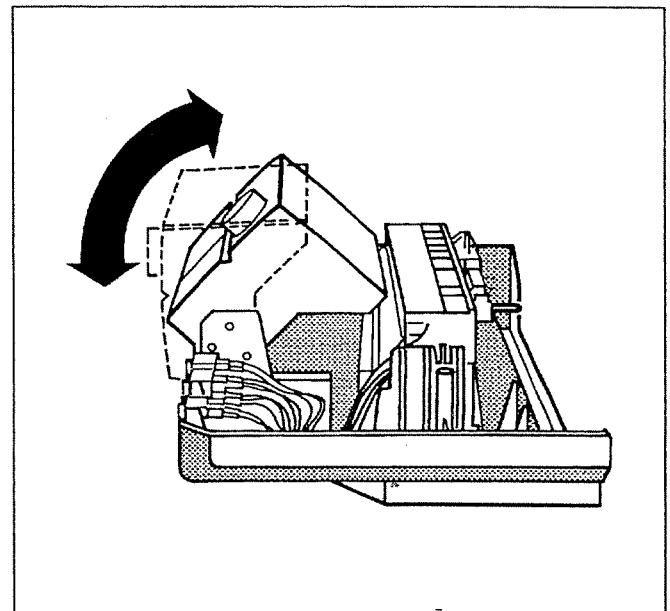

Fig. 17: Sistema di regolazione 2000 - Display
- Solo per il sistema di regolazione 2000: Inclinare il display nella posizione desiderata. In combinazione con un accumulatore LT si raccomanda di collocare il display in posizione diritta (Fig. 17).